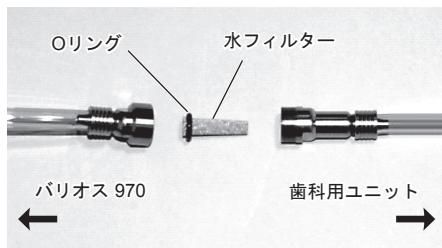

図42
- 3)ケース付水フィルターが外れると、中から水フィルターが出てきます。同じ向きで新しい水フィルター（別売品）に交換して、取り外しと逆の手順で組み付けてください。（図42）